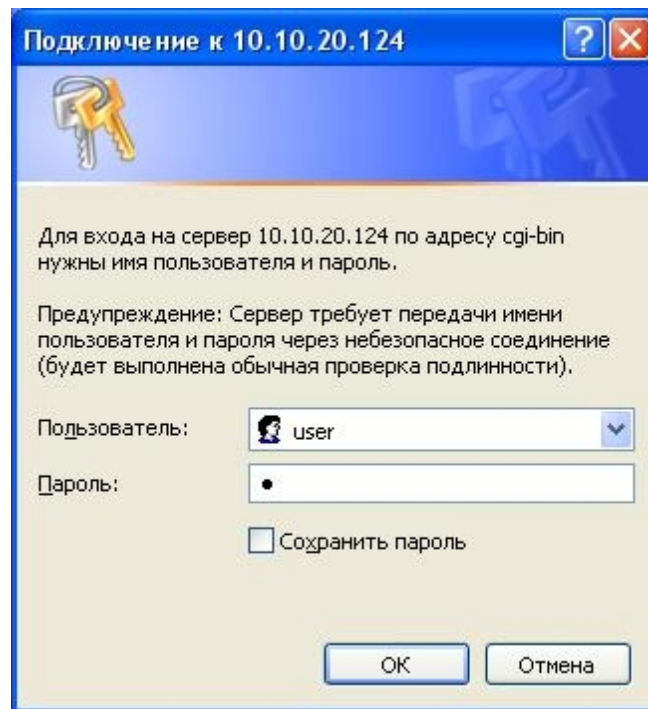

Рисунок 10 - Окно ввода пароля
11. Подключить порт Ethernet центрального мультиплексора к сети или компьютеру. Проверить доступ до первого мультиплексора, введя ip-адрес мультиплексора в строке "Адрес" Internet Explorer или другого браузера. Возможно потребуется ввести login: user и пароль (см. рис. 10).